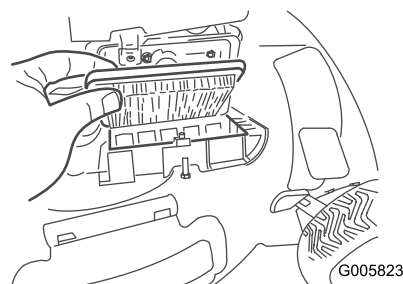

Figura 33
3. Sostituite il filtro dell'aria (Figura 33).